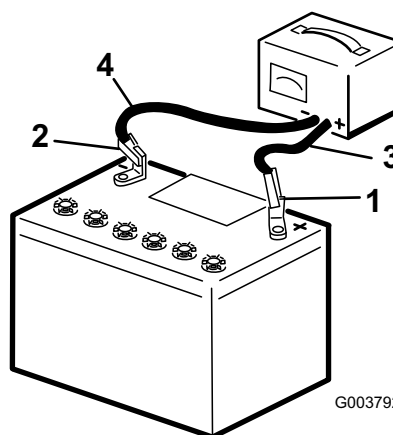

Figure 6
1. Connectez un chargeur à la batterie (Figure 6) et chargez la batterie au régime de 6 à 10 ampères pendant une heure au minimum. Ne chargez pas la batterie excessivement.
2. Quand la batterie est chargée au maximum, débranchez le chargeur de la prise, puis débranchez les fils du chargeur des bornes de la batterie (Figure 6).